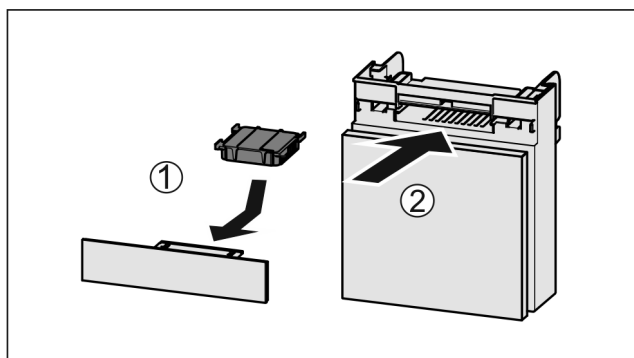

Fig. 213
- Inserire il vano Fig. 213 (2).